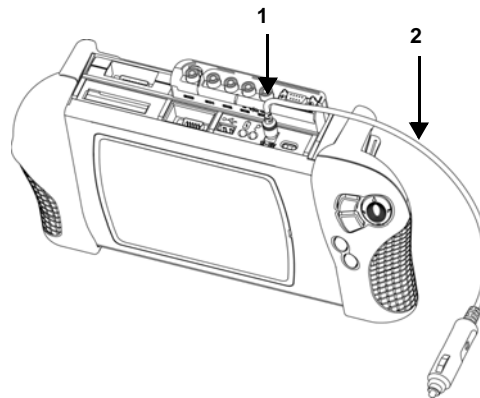

Abbildung 3-2 Fahrzeug-Stromversorgungskabel angeschlossen (Beispiel)
1. Stecken Sie das 2.5 mm Ende des Zigarettenanzünderkabels in den DC-Netzadptereingang, der sich auf der Oberseite des MODIS™-Geräts befindet (Abbildung 3-2).